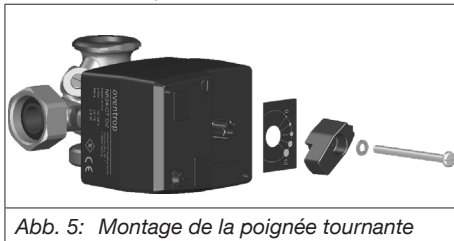

Abb. 5: Montage de la poignée tournante
5. Monter l'affichage du sens de rotation, la poignée tournante, la rondelles dentelée et la vis (positions 4, 5, 6 et 7 sur la Abb. 1 auf Seite 31) (voir Abb. 5 auf Seite 34).